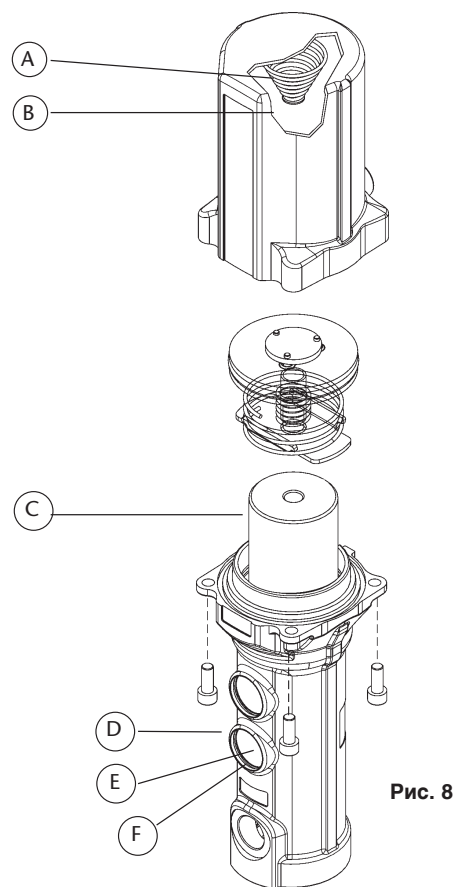
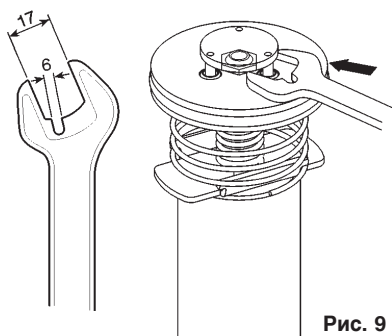
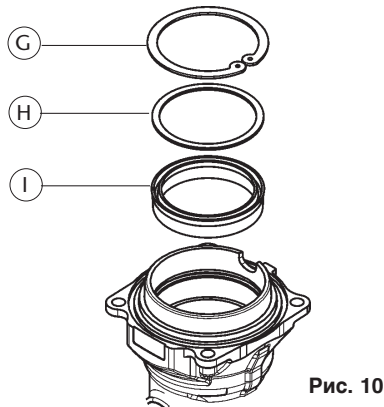

Рис. 8
Рис. 9
Рис. 10
РЕВЕРСИВНЫЙ ПЕРЕКЛЮЧАТЕЛЬ И ПНЕВМАТИЧЕСКИЙ ДВИГАТЕЛЬ (РИС. 8, РИС. 9, РИС. 10)
2. Проверить верхнюю пружину (A) и пружинный упор (B) внутри крышки пневмодвигателя. Заменить в случае повреждения.
3. Снять нижнее стопорное кольцо (D), глушитель (E) и шайбу (F) и продвинуть реверсивный переключатель так, чтобы в том месте, где был установлен глушитель, показалось отверстие в поршне насоса (C). Вставить стальной стержень (8 мм) в отверстие, чтобы зафиксировать поршень.
4. С помощью заранее подготовленного 17-миллиметрового гаечного ключа (см. рис. 9) открутить реверсивный переключатель.
5. Снять поршень (C), затем стопорное кольцо (G), шайбу (H) и уплотнение (I) (рис. 10). Проверить поршень на наличие царапин и заменить поврежденные детали.
1. Выполнять процедуру, описанную для пневмодвигателя, пока пневматический поршень (10) не выйдет из корпуса двигателя.
2. Снять стопорное кольцо (22) и комплект уплотнений (21) (рис. 10) с корпуса пневмодвигателя. Заменить в случае повреждения.